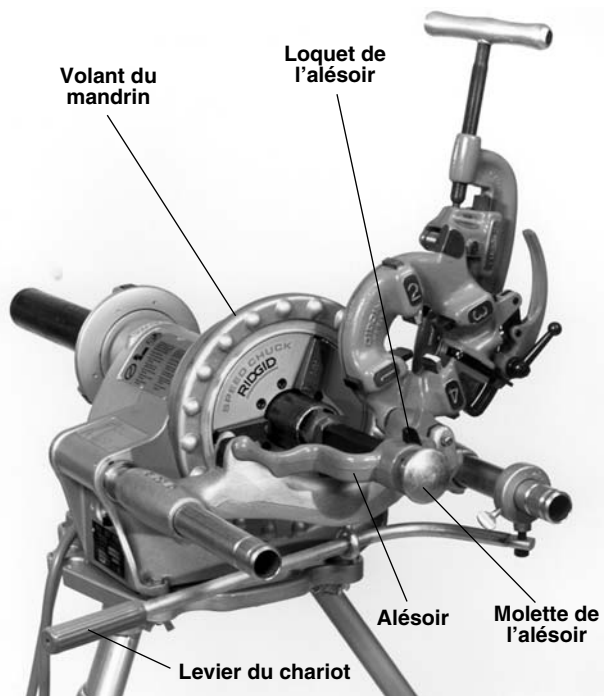

Figure 10 – Alésage des tuyaux à l'aide de l'alésoir N° 341
1. Ramenez le bras de l'alésoir en position d'alésage (*Figure 10*).